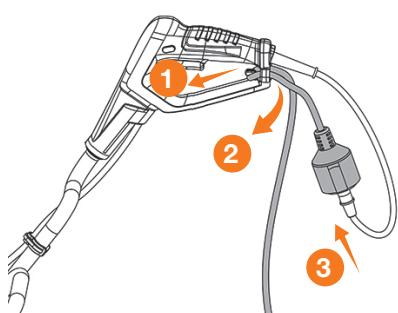

Рис. 7
- Закрепите сетевой шнур удлинителя в специальном зажиме для предотвращения его от соединения. Для этого, проденьте шнур в петлю зажима и зафиксируйте его, зацепив за крюк (Рис. 7).